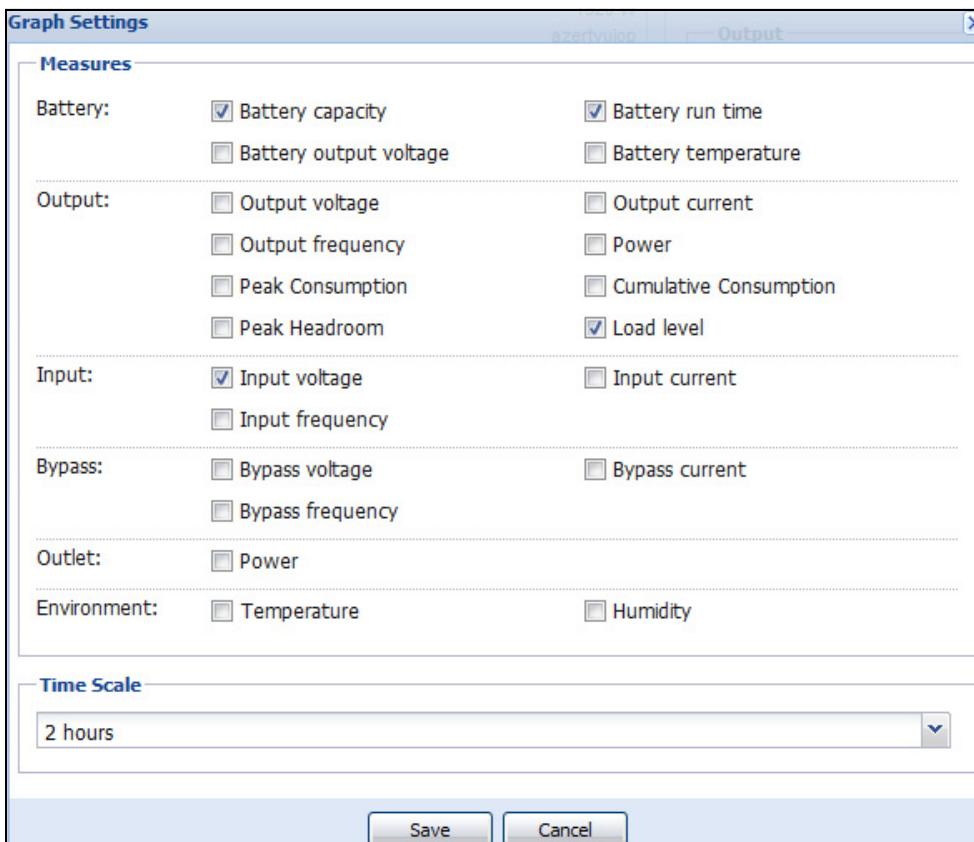

Abbildung 52. Dialogfeld „Graph Settings“ (Diagrammeinstellungen)
- Im Bereich „Graph“ (Diagramm) der Ansicht „Power Source“ (Stromquelle) werden verschiedene Messdaten angezeigt (siehe Abbildung 52).